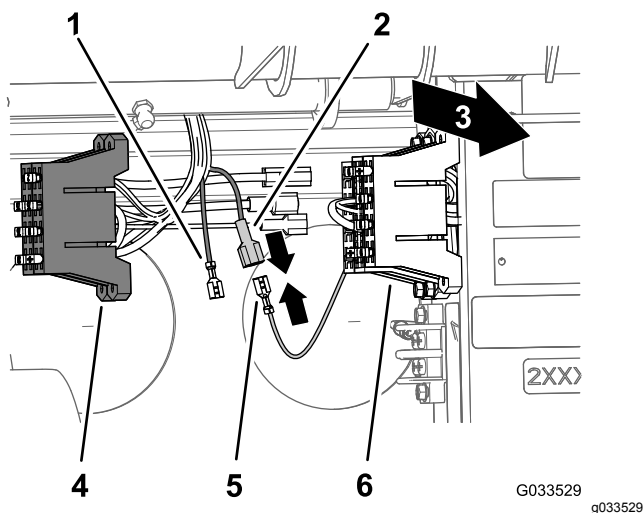

Рисунок 25
- Найдите неизолированную гнездовую клемму на конце открытого желтого провода питания блока предохранителей машины и изолированную клемму с плоским штырем на конце желтого провода дополнительного питания, относящегося к блоку предохранителей проводки опрыскивателя (Рисунок 25).
- Подсоедините неизолированную гнездовую клемму блока предохранителей автомобиля к изолированной клемме с плоским штырем блока предохранителей опрыскивателя (Рисунок 25).